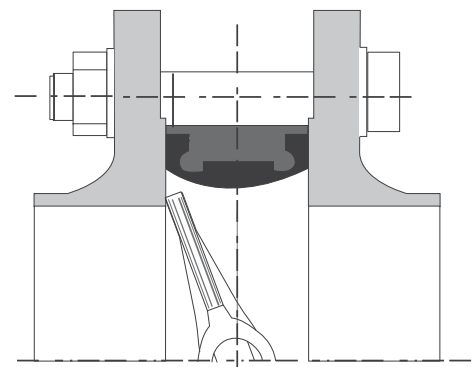

Abbildung 3: Falscher Einbau
- Blockieren der Klappenscheibe (siehe Kapitel 10.1, Abbildung 3).